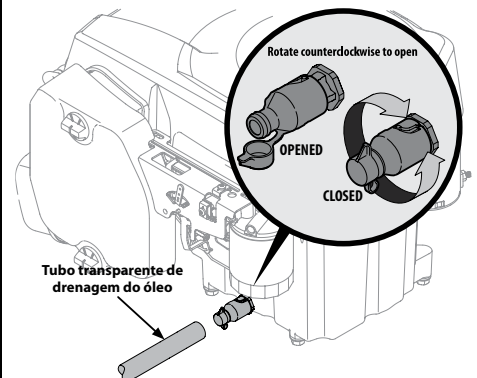

Figura 4-1
- Abra a tampa de proteção da válvula de drenagem de óleo para expor o bico de drenagem. Consulte Figura 4-1.